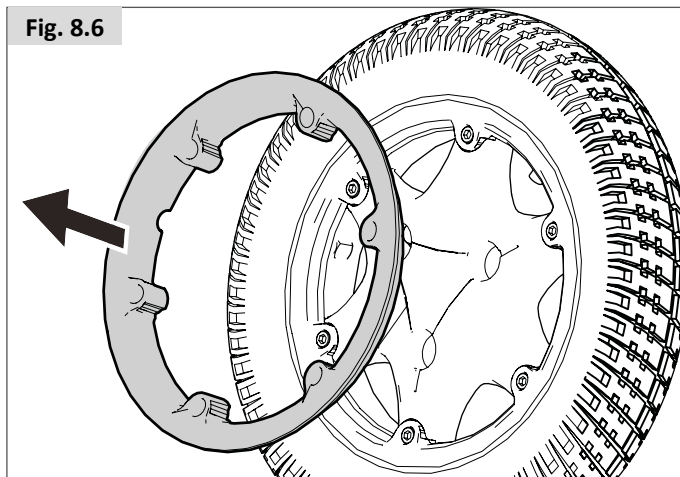

Fig. 8.2
Zie afbeeldingen (Fig. 8.2 - 8.10).
- Gebruik een 16 mm dop om de 3 slotbouten los te maken (Fig. 8.2).